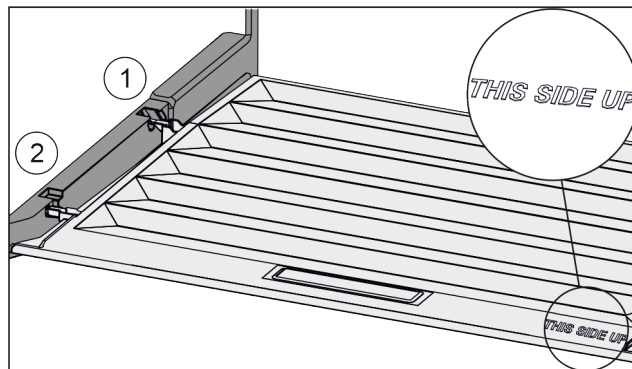

Fig. 26
- ▶ Skyv inn dekseltrinn via åpningen til bakre holder Fig. 26 (1) og klikk dem på plass i fremre holder Fig. 26 (2).